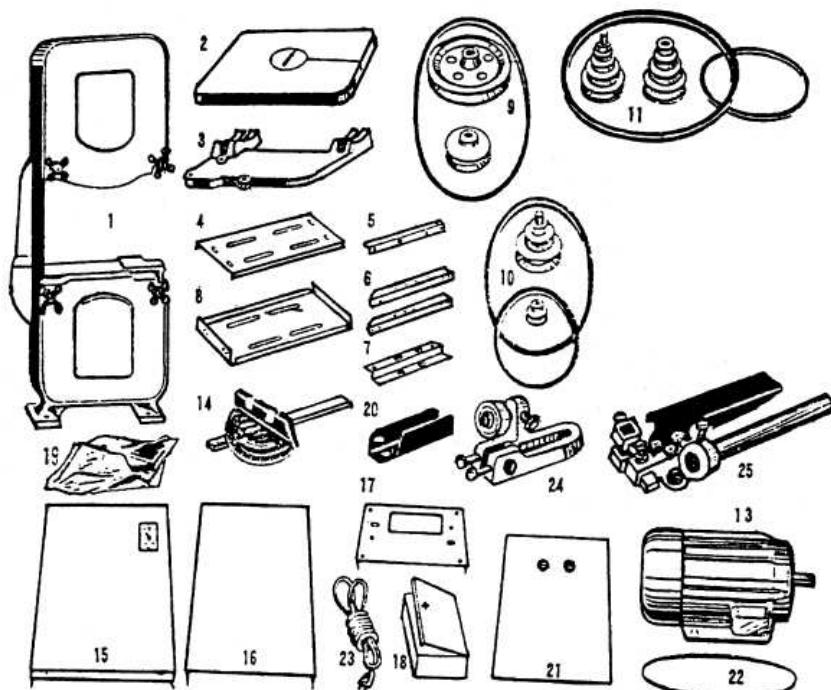
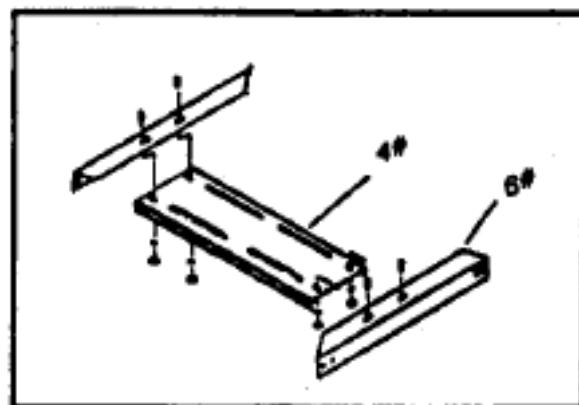

Рис. 2
Рис. 3
Осторожно распаковать ленточную пилу и проверить комплектацию. На *Рис. 2* показано содержимое коробки. Не утилизировать упаковочный материал до полной сборки и вводе в эксплуатацию станка.
Поз. 9, 10, 11, 12 по *Рис. 2* – разные комплекты в зависимости от типа станка (числа скоростей).
Все позиции указаны согласно *Рис. 2*. Базовая конструкция станины образуется опорными плитами поз. 6 и нижней плитой поз. 4 двигателя, затем стягиваются, *Рис. 3*.
Опорный винт стола (C) находится в упаковке с метизами, *Рис. 2* (поз. 19).